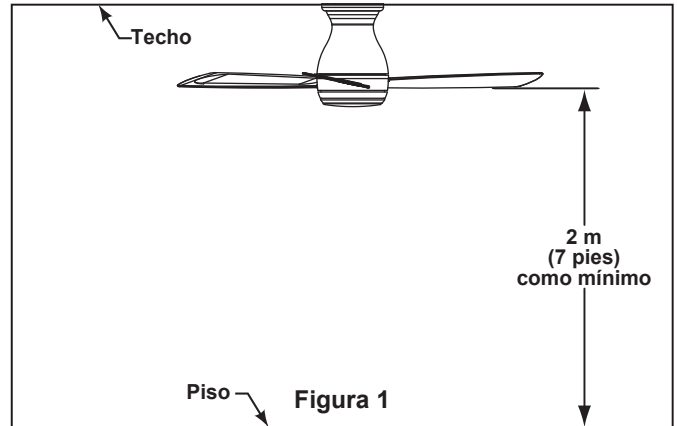

Figura 1
Uso de perfil bajo (Figura 1)
Las aspas del ventilador deben estar suspendidas, al menos, a 2 m (7') del piso (Figura 1)
Para evitar una posible descarga eléctrica, asegúrese de cortar la alimentación eléctrica de la caja de fusibles principal antes de alambrado el ventilador. (Figura 1)
Para evitar posibles descargas eléctricas, asegúrese de que la electricidad esté desconectada en la caja de fusibles principal antes de colgar el ventilador. (Figura 1)
1. Asegure el control instalado en la pared en la caja de conexiones con los dos tornillos suministrados. A continuación, la placa frontal fija el control de pared con los dos tornillos pintados. (Figura 1)